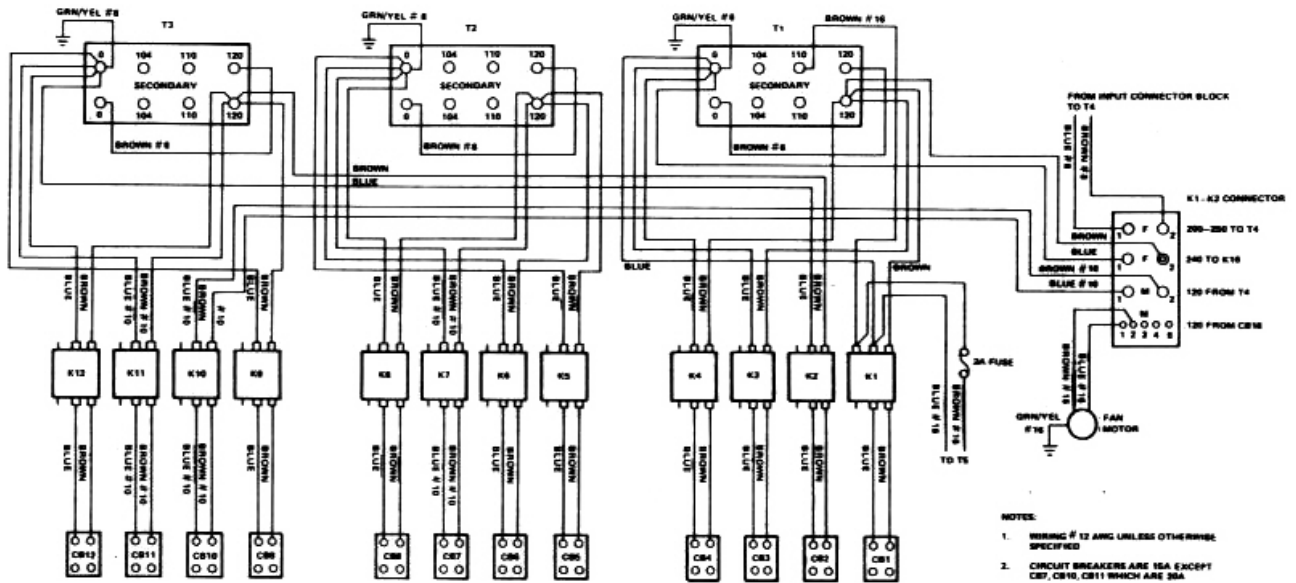

Figura 1-11 Distribución interna de poder del sistema L280. (Sistemas equipados con ambas distribuciones internas de 120 VCA y 240 VCA).
Las conexiones de línea CA son listadas en la tabla 1-2, la cual también identifica los valores de voltaje de cada salida, estos breakers de su grado de interrupción (CB) y la parte del sistema del sistema que alimenta. La Figura 1-11 muestra la localización de la caja de distribución CA.